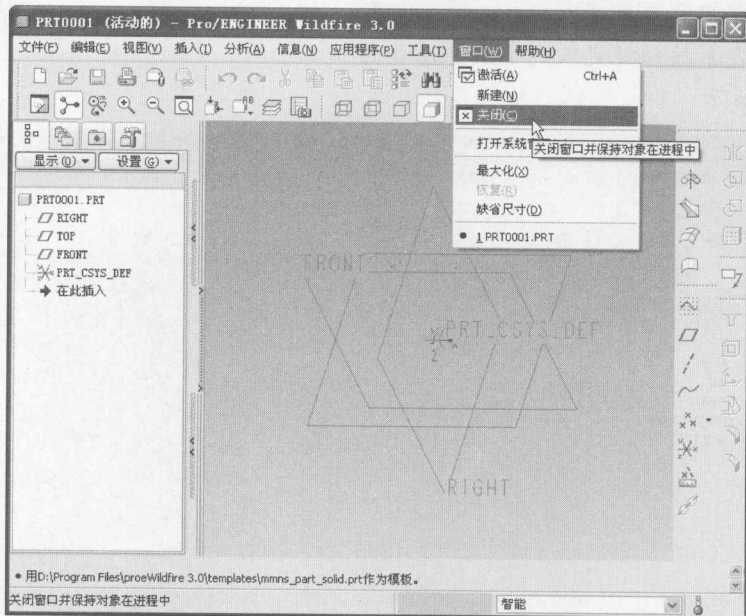

图 1.7 关闭窗口的操作
STEP 05 选择【窗口】|【关闭】命令,关闭 prt0001 的设计窗口,也就是说,结束对 prt0001 的设计工作,如图 1.7 所示。